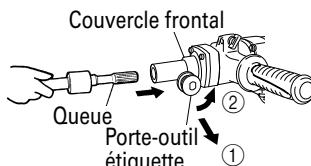

Fig. 3
(1) Nettoyer, puis graisser la queue de l'outil avec la graisse ou l'huile.
(2) Tirer le porte-outil dans la direction de la flèche ① et le tourner dans la direction de la flèche ② (sens antihoraire). Insérer à fond la queue de l'outil dans le trou hexagonal du couvercle frontal. (Fig. 3)